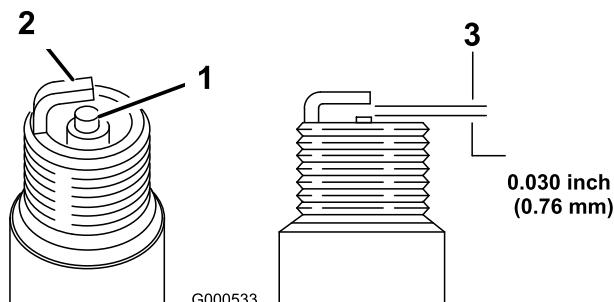

Bild 26
1. Sehen Sie sich die Mitte der Zündkerze an (Bild 26). Wenn der Kerzenstein hellbraun oder grau ist, ist der Motor richtig eingestellt. Eine schwarze Schicht am Kerzenstein weist normalerweise auf einen schmutzigen Luftfilter hin.
- Prüfen Sie den Abstand zwischen der mittleren und der seitlichen Elektrode (Bild 26) und biegen Sie die seitliche Elektrode, wenn der Abstand falsch ist.